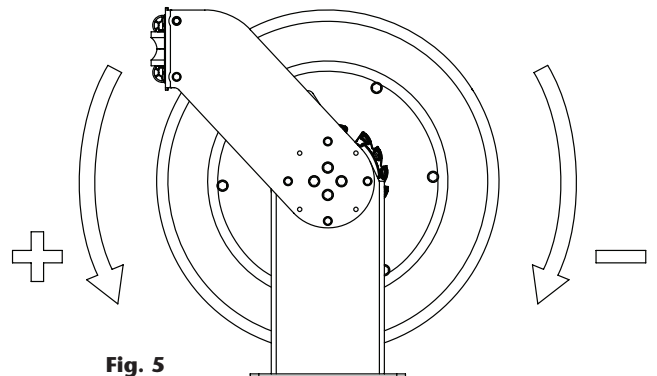

Fig. 5
6. Um die Feder zu spannen, drehen Sie die Spule gegen den Uhrzeigersinn (Fig. 5) Bringen Sie nicht mehr Spannung auf die Spule als angegeben in die Tabelle um Schaden vom Schlauch und Feder zu vermeiden.